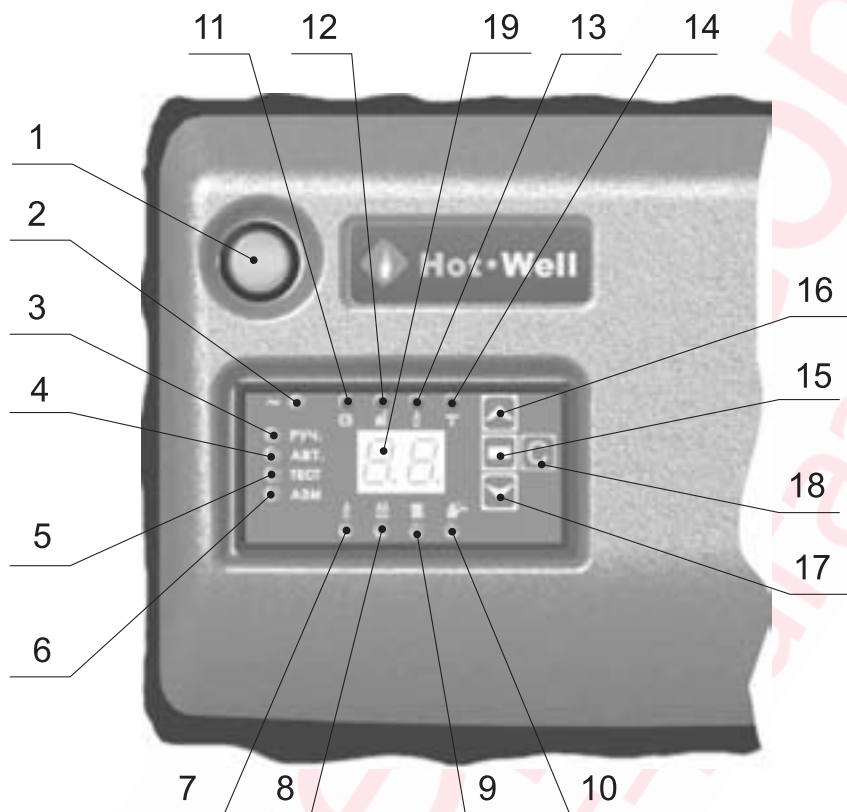

Рис. 3 Пульт управления с котловым контроллером котла «Smart», «Smart SL/SR»
2. Включить сетевой переключатель (поз.1 на рис. 3). Светодиод поз. 2 сигнализирует о поступлении сетевого питания на контроллер. При отсутствии сигналов блокировки поз. 11,12,14 и наличии запроса по теплу, происходит автоматическая процедура запуска котла, при которой подается сигнал на открытие газового клапана и вырабатываются высоковольтные импульсы для поджига пилотной горелки. При успешной попытке поджига появляется ток ионизации в цепи контроля пламени, светодиод поз. 13 гаснет, а контроллер подает сигнал на открытие главного газового клапана I ступени и, при необходимости, II ступени. В случае неудачной попытки розжига контроллер повторяет цикл еще раз после небольшой 2-3 с. паузы. Если попытка розжига не удалась, и после третьей попытки котел блокируется с выдачей сигнала «авария» на удаленный пульт диспетчера.
7. Для выключения котла необходимо выключить сетевой переключатель поз.1 на рис.3